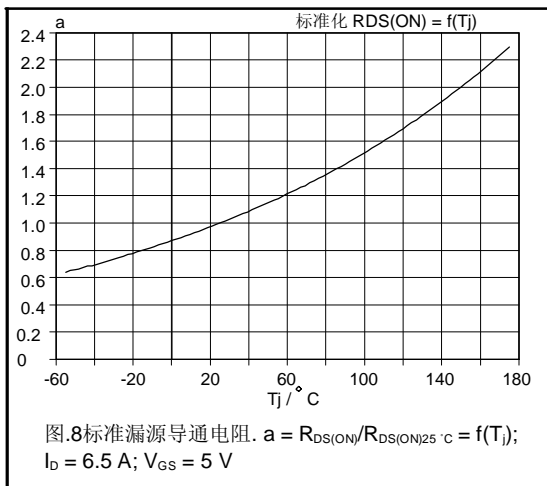

图.8 标准漏源导通电阻. $a = R_{DS(ON)}/R_{DS(ON)25\text{ }^\circ\text{C}} = f(T_j)$; $I_D = 6.5\text{ A}$; $V_{GS} = 5\text{ V}$
导通电阻是温度敏感参数，在25 °C和150 °C间，它的值近似变为两倍。RDS(ON) 栅源导通电阻与温度的对应关系的图在每份数据说明书中都包含，如图8。因为MOSFET正常运行Tj温度高于25 °C,当估算MOSFET的耗散功率时，考虑RDS(ON)时会变大是很重要的。
拿BUK553-100A来说，它有一个13A的电源电流级别。设 T_{mb} 为 $100^{\circ}C$ ， T_j 为 $125^{\circ}C$ 时，器件电流计算如下：从图8得